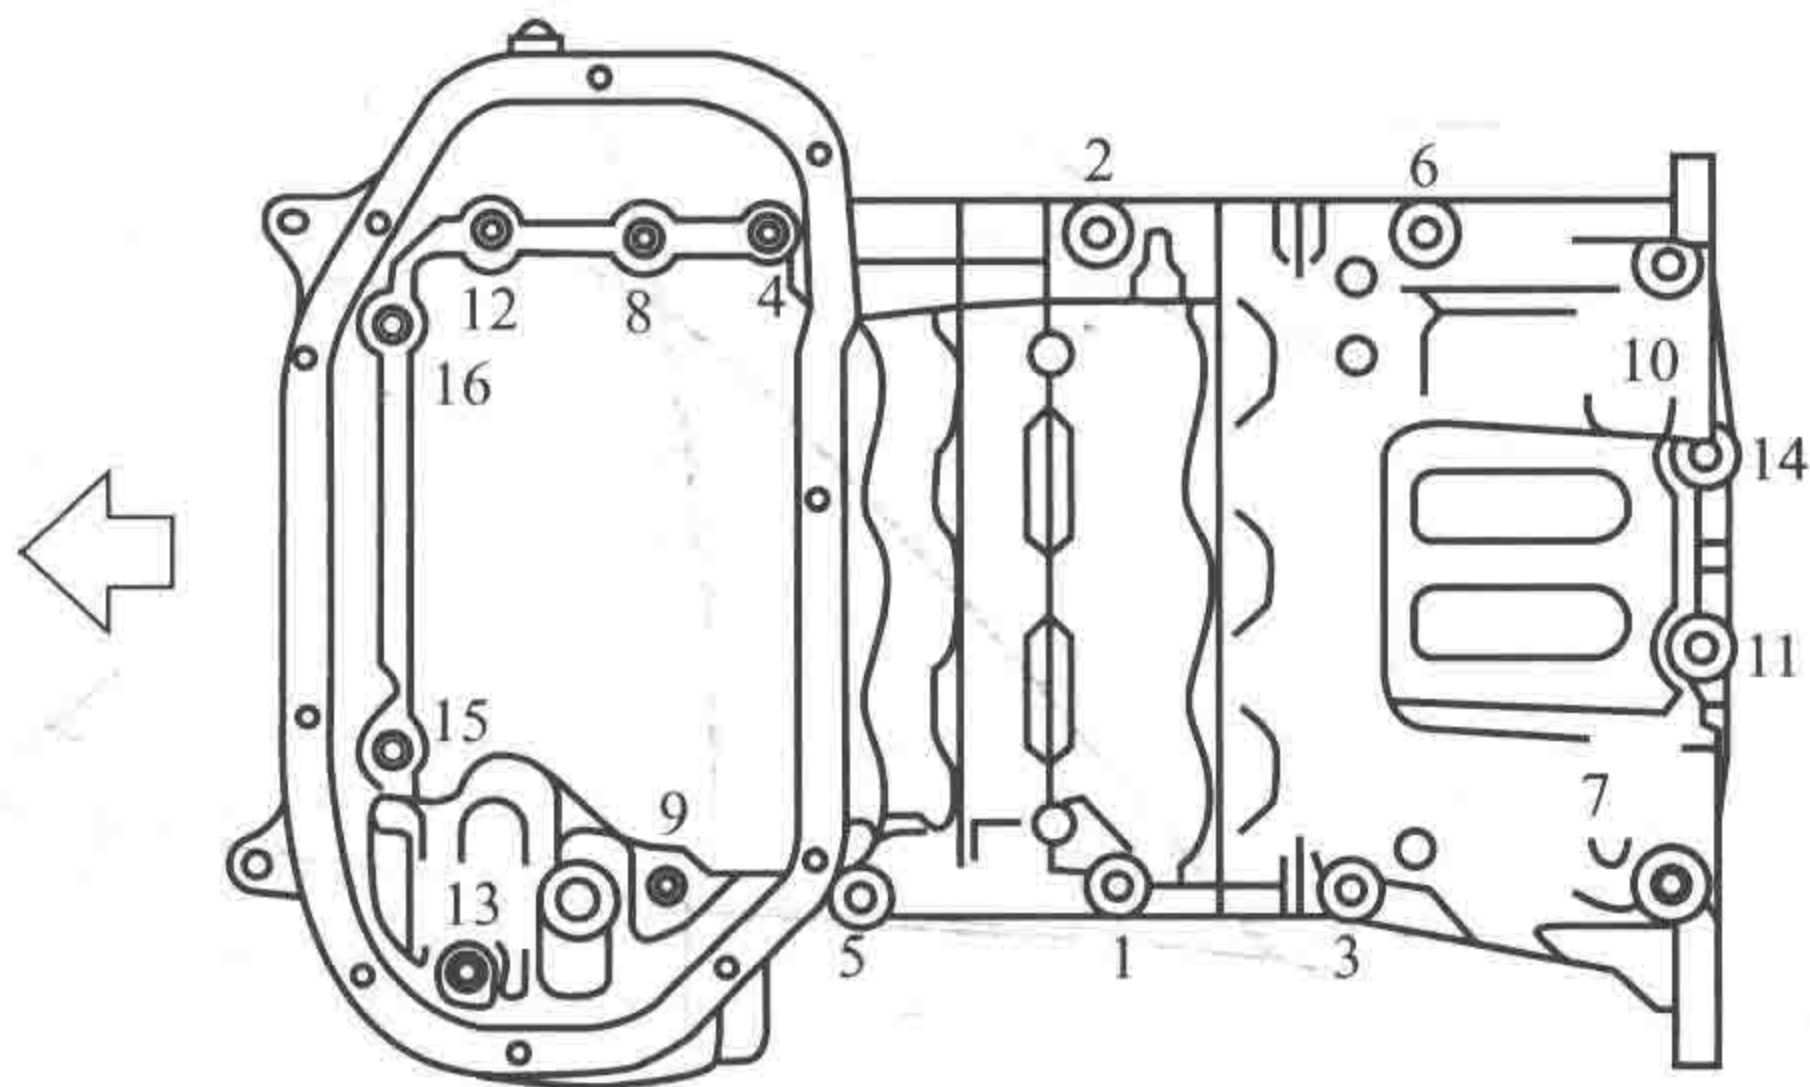

图 1-13 VQ37VHR 发动机油底壳的螺栓安装顺序
- ① 拆下机油尺、机油压力开关和油温传感器。
- ② 拆下机油冷却器。
- ③ 拆下油底壳（下）。
- ④ 拆下机油集滤器。
- ⑤ 按照与图 1-13 所示相反的顺序松开螺栓。
① 使用刮刀除去配合面上的旧密封胶。在除去旧密封胶时，不要划伤或损坏配合面。从螺栓孔和螺纹上除去原来的密封胶。
- ② 在缸体下部和机油泵底部安装新的 O 形圈。
- ③ 向油底壳（上）的缸体配合面的限定部分涂覆一条连续的密封胶。
④ 安装油底壳（上），按照图 1-13 所示的顺序拧紧螺栓。注意：在安装期间，切勿对偏缸体下部和机油泵底部的两个 O 形圈。
- ⑤ 将机油集滤器安装至机油泵。
- ⑥ 安装油底壳（下）。
- ⑦ 安装油底壳放油塞。注意：安装油底壳后，等待至少 30min，然后再倒入发动机机油。